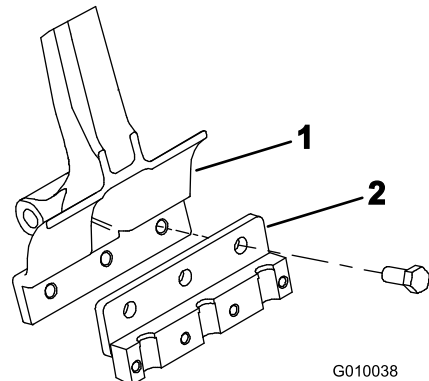

图 22
3. 用 3 个螺栓 $\frac{1}{2} \times 1\frac{1}{4}$ 英寸将打孔针夹头固定到各个打孔针臂图 22。上紧螺栓扭矩至 101.6N·m。